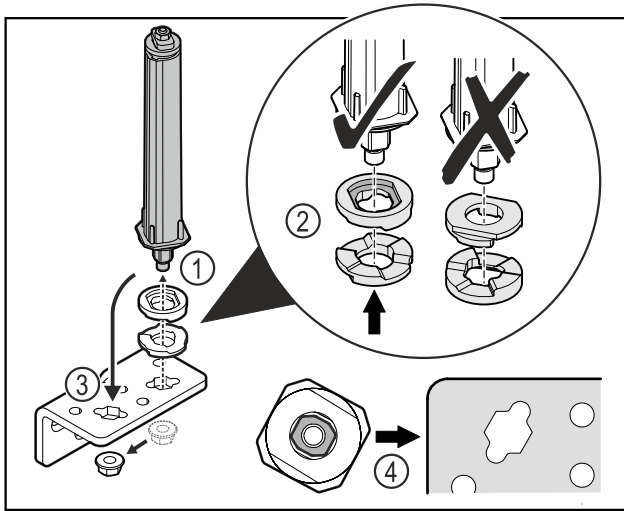

Fig. 36
- ▶ Mutter lösen und Türschließsystem entfernen Fig. 36 (1).
- ▶ Auf die korrekte Ausrichtung der Höhenverstellungsscheiben achten Fig. 36 (2).
- ▶ Türschließsystem im Scharnierwinkel umsetzen und mit der Mutter fixieren Fig. 36 (3).
- ▶ Beim Einsetzen auf die korrekte Ausrichtung des Türschließsystems achten Fig. 36 (4).